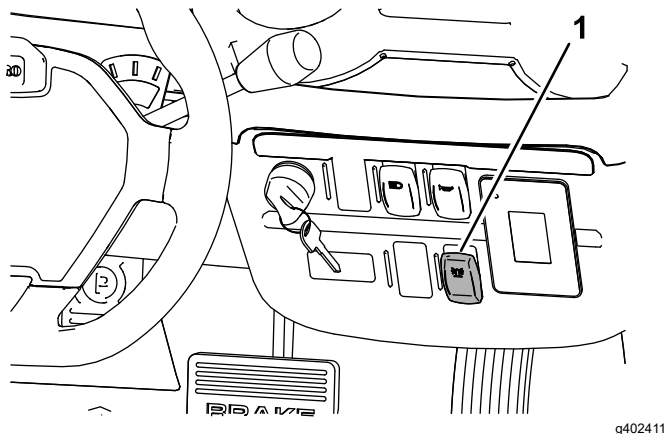

Figura 6
- Per accendere la luce di segnalazione, premete la parte superiore dell'interruttore della luce di segnalazione (Figura 6).